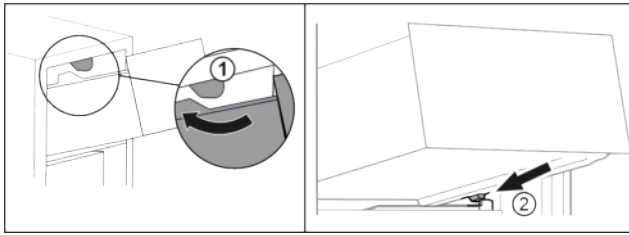

Fig. 89
- ▶ Schubfach um die oberen Stopper herumführen. Fig. 89 (1)
- ▶ Schubfach schräg hinter den unteren Stoppfern auf Behälterrippe aufsetzen. Fig. 89 (2)